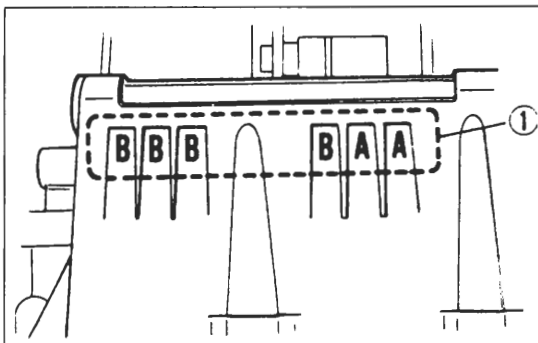

Bild 255
- Kennzeichnung «A» oder «B» der Lagerinnendurchmesser im Motorgehäuse ist an Rückseite der oberen Kurbelgehäusehälfte angebracht (Bild 255).